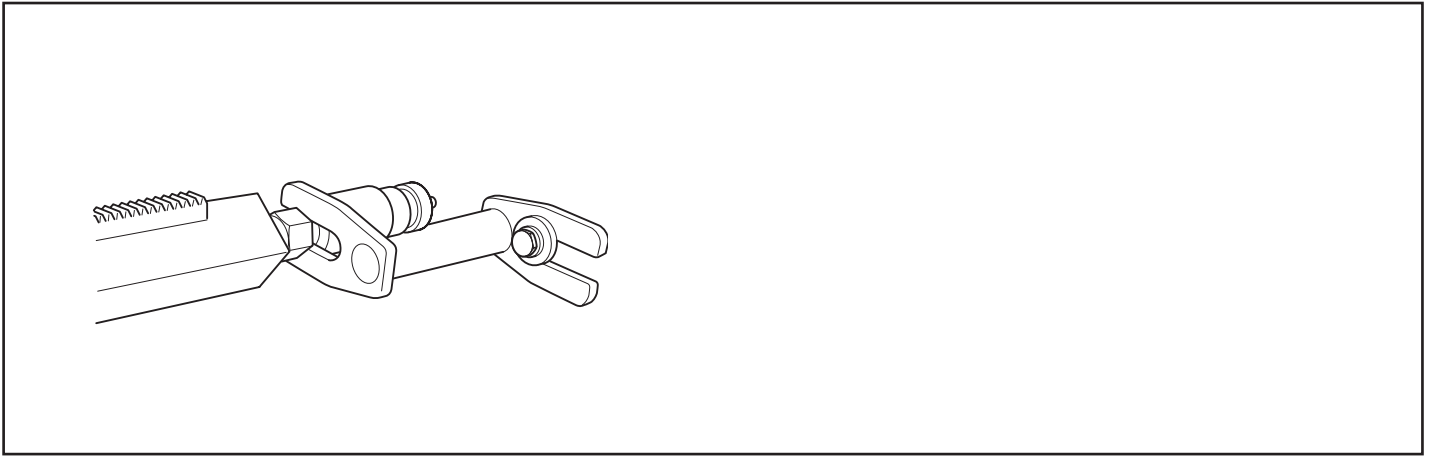

Fig.14
7. Para una mayor fijación de la columna de perforación se puede usar la fijación de expansión (accesorio extra) (fig. 14). La fijación se ajusta contra el tornillo de puntal y se fija en el techo con un tornillo de expansión. Fijar con una tuerca de seguridad de 30 mm.
7. Para uma melhor fixação da coluna de perfuração pode-se usar a fixação de expansão (acessório extra) (Fig. 14). A fixação pode ser ajustada contra o parafuso de escora e fixada ao teto com um parafuso de expansão. Fixar com porca de segurança de 30 mm.
7. An expander attachment (extra accessory) can be used to further secure the drill column (Fig 14). The attachment is adjusted against the support column screw and is secured on the ceiling with an expansion bolt. Secure with the locking nut 30 mm.